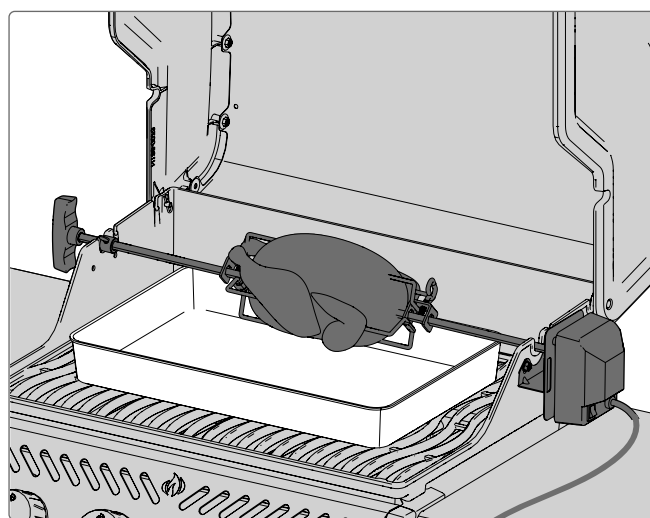

Fig. 15
- Pass på å alltid sette en jevnt balansert last på rotisseriet ditt (**Fig 15**).